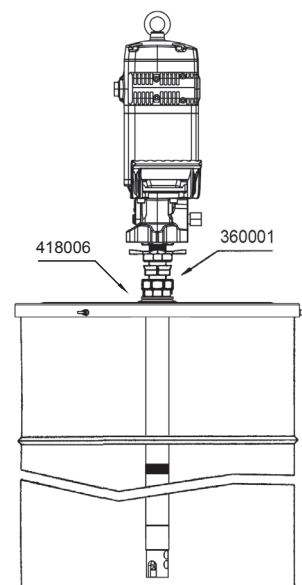

Fig. 3
- **b.** Installation avec couvercle (418006 pour fût de 185 kg et 418016 pour fût de 50 kg) et adaptateur réglable (360001). Fixer le couvercle sur le fût et serrer l'écrou de l'adaptateur réglable au filet du couvercle. Introduire le tube par l'écrou et le placer à la hauteur désirée à l'aide de la fausse bonde (Fig. 3).